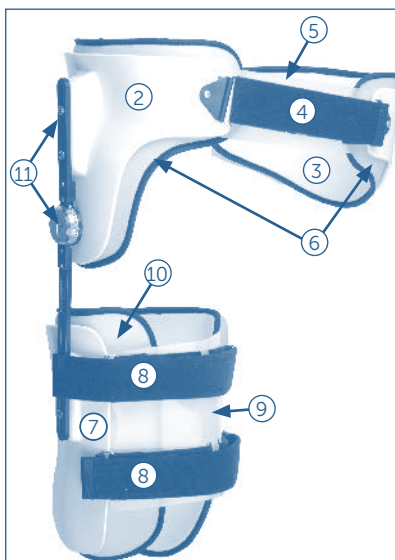

рис. 1
Тазовый каркас ортеза (рис. 1, 2)
Бедренный модуль ортеза (рис. 1)
Шарнирная часть ортеза (рис. 1)
- б. Проденьте в пазы пластиковой прокладки на брюшную стенку (5) фиксирующий ремень (4) (рис. 1).